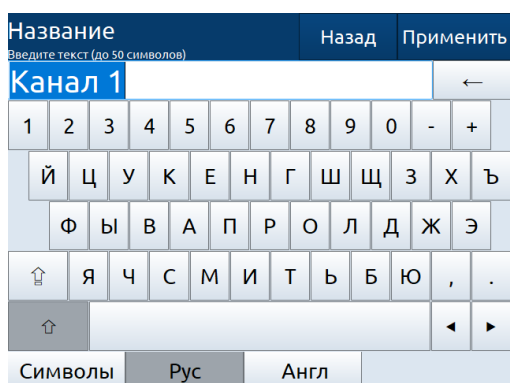

Рисунок 2.16 – Текстовый редактор «Буквы»
- буквы (см. рисунок 2.16, 2.17);